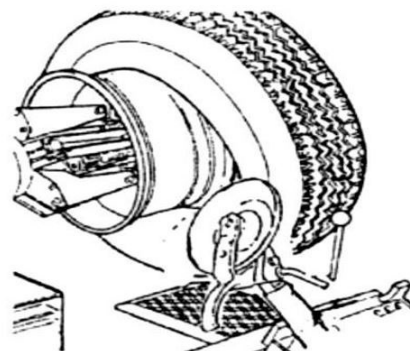

Fig 12
8. Flyt værktøjsarmen ind i dækket, og læn den runde dækkantsbryderskive fast mod dækkets kant. Roter hjulet mod uret, så dækkets indvendige kant frigøres helt fra hjulet, og hele dækket er demonteret (som vist i Fig. 12).
3. Klem tænger fast på det højeste punkt på fælgens yderside (som Fig. 12 viser).